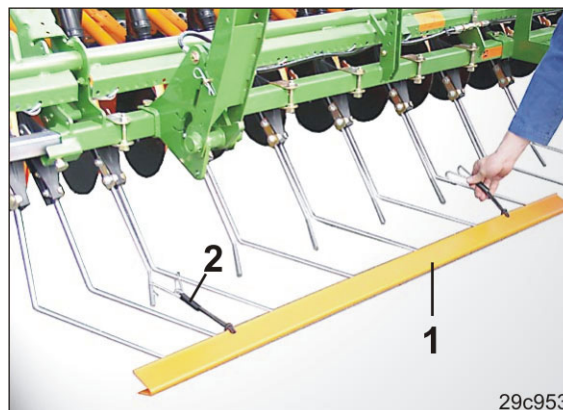

Fig. 214
1. Empurrar a barra de segurança rodoviária de duas peças (Fig. 214/1) por cima das pontas dos dentes da grade de precisão.
2. Fixar a barra de segurança rodoviária com suportes de mola (Fig. 214/2) na grade de precisão.